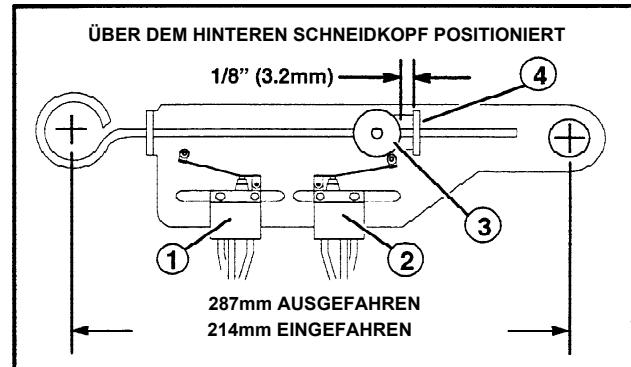

Abbildung 24
2. Sobald Sie die Einstellung des Ablaufsteuerschalters beendet haben, ist mit den Grenzschaltern über dem hinteren Kopf fortzufahren (Siehe Abb. 24).
Zylinder voll ausgefahren sind (Siehe Abb. 24).